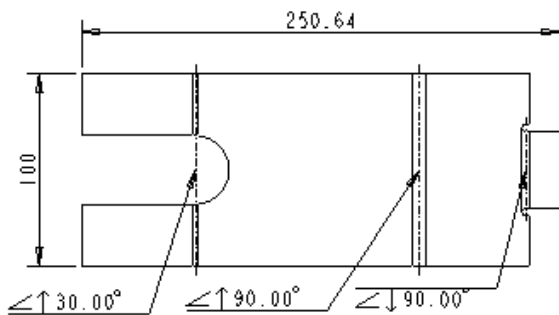

图 8-77 显示折弯注释和显示折弯线
(5) 在“显示模型注释”对话框中单击“取消”按钮。在展平视图中加注折弯线注释和显示折弯线的最后效果如图 8-77 所示。